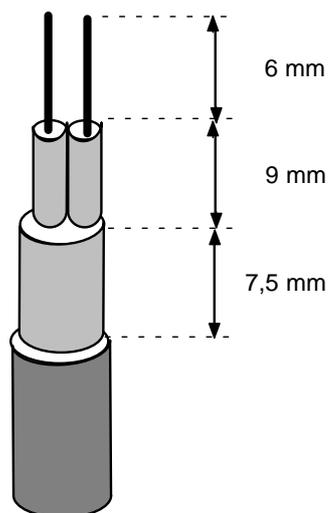

Figura 4. 13: Confezione delle estremità del cavo per il montaggio del connettore di bus con uscita del cavo verticale
- Tagliare il cavo di bus e togliere la protezione di isolamento in base alla Figura 4. 14 (lo schermo a foglio, il tondino e gli elementi di supporto/tiro devono essere lunghi come lo schermo a maglia).